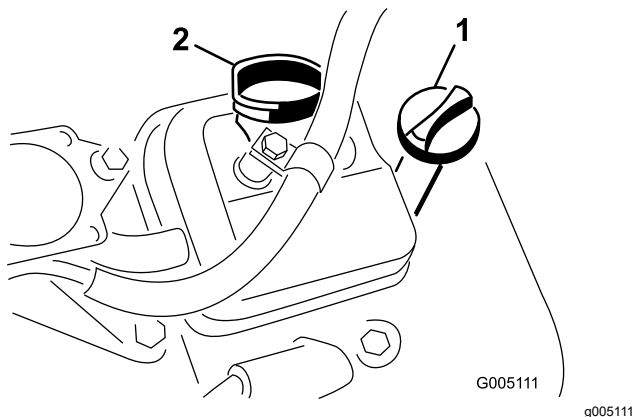

Figure 33
- Remettez la jauge dans le tube et vissez-la dedans (Figure 33).